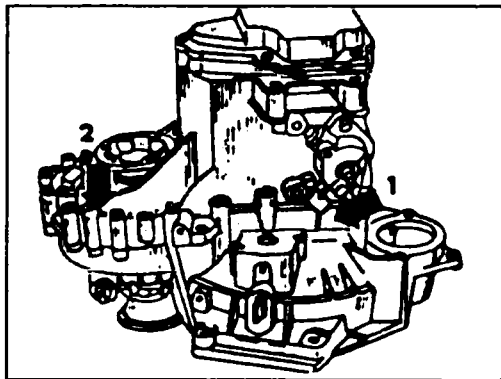
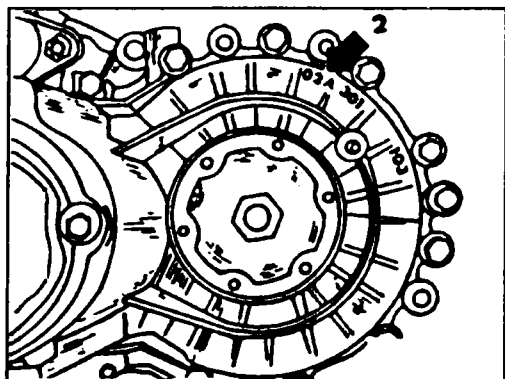

Рис. 5.12 Номер (1) и код (2) механической трансмиссии
Рис. 5.13 Код трансмиссии (вид сбоку)
В автомобилях VW T4 используются четырех- и пятиступенчатые коробки передач. Коробка передач, привод передней оси и дифференциал помещены в общий корпус. Поэтому невозможно отремонтировать какой-нибудь из этих узлов отдельно, не вмешиваясь в работу других узлов. Номер коробки передач зависит от типа двигателя и исполнения автомобиля, для которого данная коробка передач предназначена. Номер коробки передач выбит в месте (1) (см. по стрелке рис. 5.12). Тип коробки передач выбит в месте (2) (см. рис. 5.12). Если посмотреть сбоку, он виден в месте показанном стрелкой на рис. 5.13.